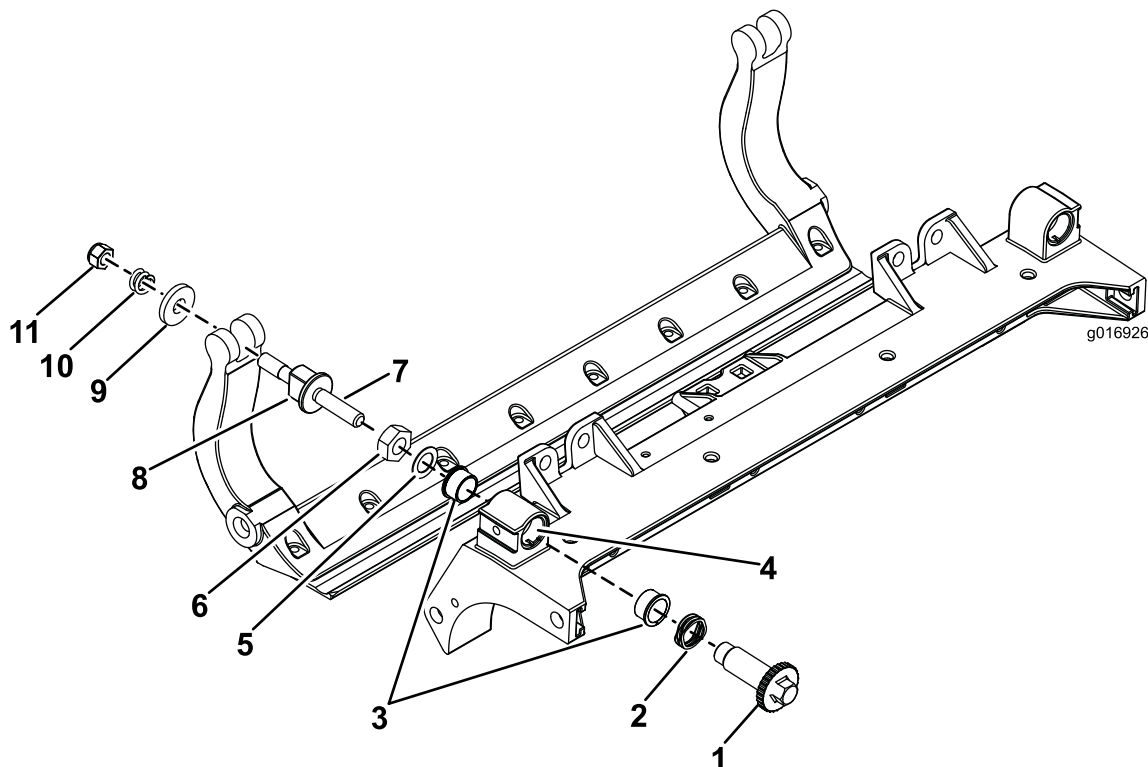

Figura 30
1. Retire todas as peças (consulte as *Instruções de instalação* do Kit DPA HD Modelo n.º 120–7230 e Figura 30).
2. Aplique Never Seize no interior da área dos casquilhos na estrutura central da unidade de corte (Figura 30).
3. Alinhe as chaves nos casquilhos das flanges com as ranhuras na estrutura e instale os casquilhos (Figura 30).
4. Instale uma anilha ondulada no veio do ajustador e deslize o veio do ajustador para os casquilhos da flange na estrutura da unidade de corte (Figura 30).
5. Prenda o veio ajustador com uma anilha plana e porca de bloqueio (Figura 30). Aperte a porca de bloqueio com 20 a 27 Nm.
9. Fixe a barra de apoio a cada um dos lados da placa lateral com as cavilhas (porcas flangeadas nas cavilhas) e com as 6 arruelas. Deve colocar uma anilha de nylon em cada um dos lados da placa lateral. Coloque uma arruela de aço no exterior de cada uma das arruelas de nylon (Figura 30). Aperte os parafusos com 27-45 Nm. Aperte as porcas até que a anilha de aço exterior pare de rodar e a folga seja removida, mas não aperte em demasiado nem desvie as placas laterais. As arruelas podem ter uma folga interna (Figura 30).
10. Aperte a porca em cada conjunto de ajustador da barra de apoio até que a mola de compressão esteja totalmente comprimida e, em seguida, desaperte a porca 1/2 volta (Figura 30).